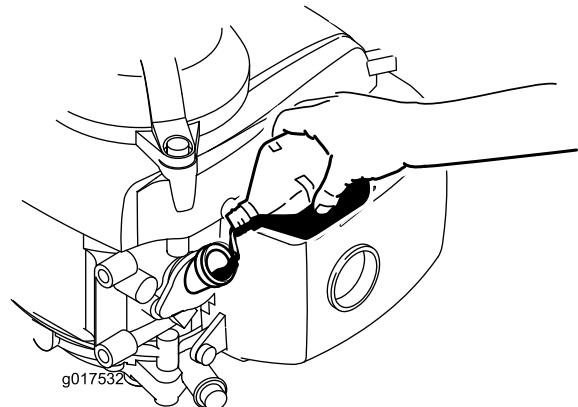

Bild 6
3. Gießen Sie ca. $\frac{3}{4}$ der Motorölfüllmenge langsam in den Öleinfüllstutzen (**Bild 6**).